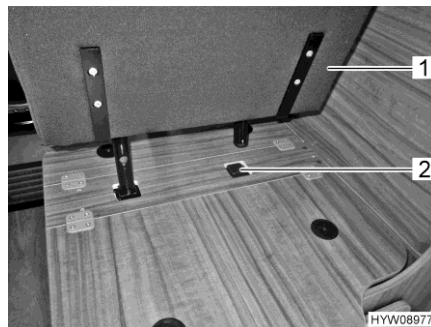

Bild 22 Stecksitz in Halterung stecken
- Stecksitz (Bild 22,1) in Halterung (Bild 22,2) stecken.